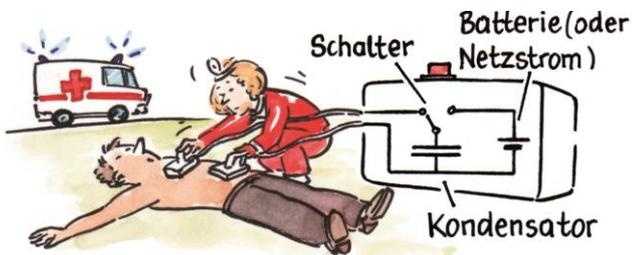

Abb. 16: Schaltskizze für einen Defibrillator (Grafik: Janosch Slama; siehe auch Abb. 24.8, S. 93, BB6).
**A32** Wie funktioniert ein Defibrillator? Wann wird er eingesetzt? Verwende für deine Erklärung Abb. 16.